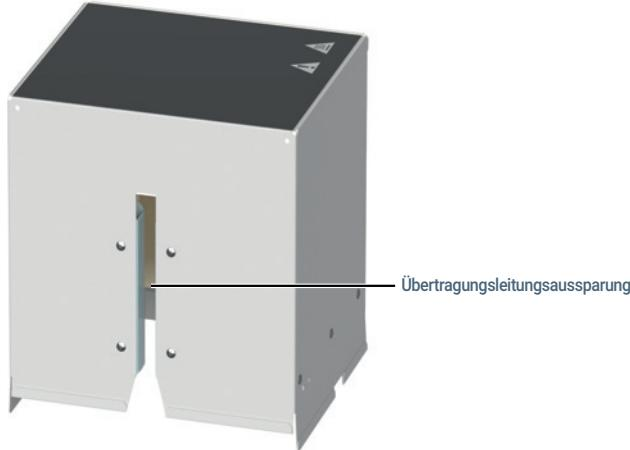

Abb.5. Übertragungsleitungsaussparung des Heizventilgehäuses
- 1 Richten Sie die Übertragungsleitungsaussparung des Heizventilgehäuses mit der Übertragungsleitung aus (Abbildung 5).